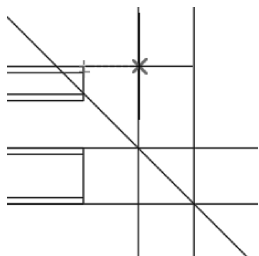

图 4-53 捕捉对象
指定第一个角点或 [倒角 (C)/标高 (E)/圆角 (F)/厚度 (T)/宽度 (W)] : 捕捉主视图矩形上边延长线与第一条竖直构造线的交点, 如图 4-53 所示